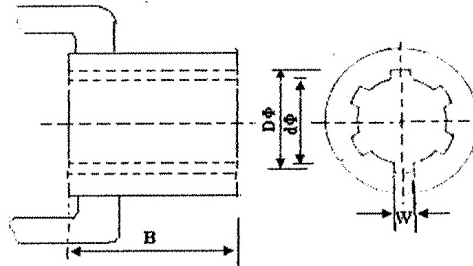

Fig. 5 : Propeller Shaft Insert Dimensions
5.2.7.4	Propeller shaft (Refer Fig. 5)